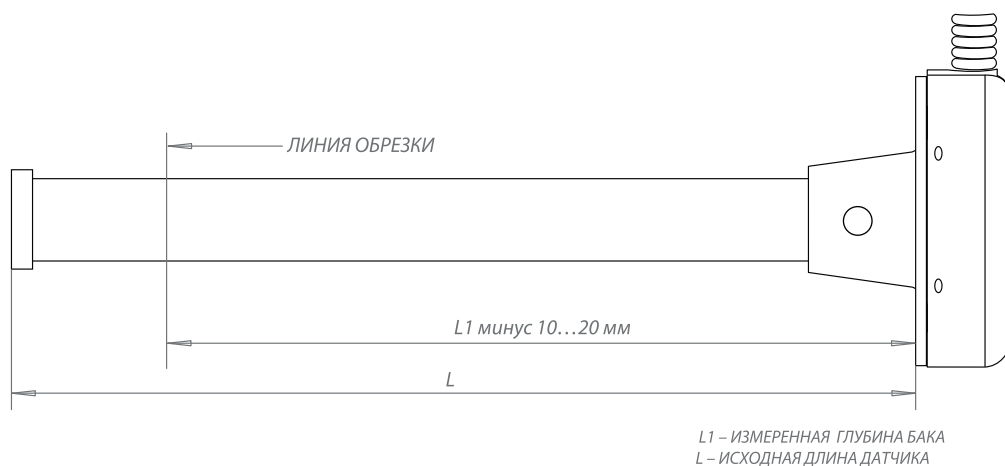

Рис.5. Обрезка измерительной части TKLS
3. Отрезать измерительную трубку нужной длины так, чтобы линия среза была перпендикулярна продольной оси датчика (**Рис.5**).